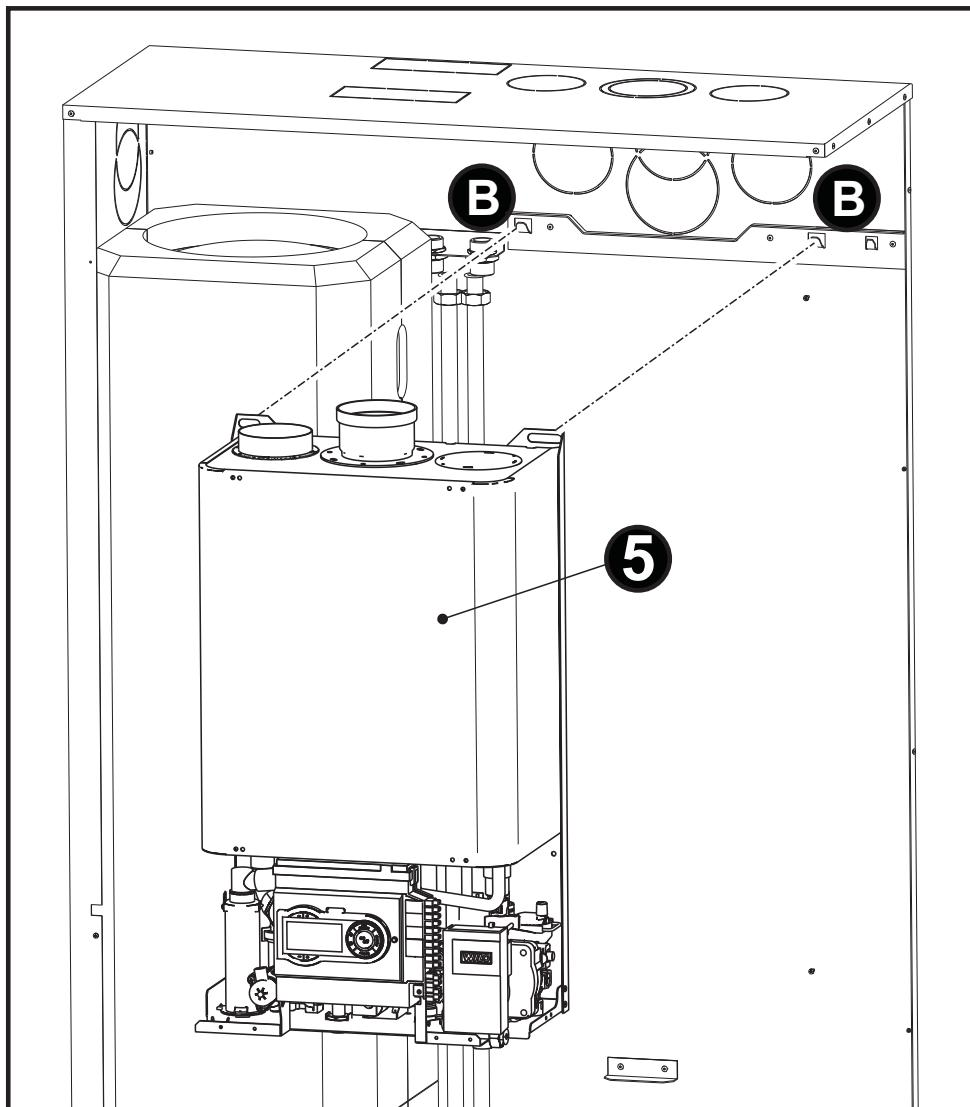

fig. 33
- Agganciare la **Caldaia** (5) nei punti “B” indicati in fig. 33.